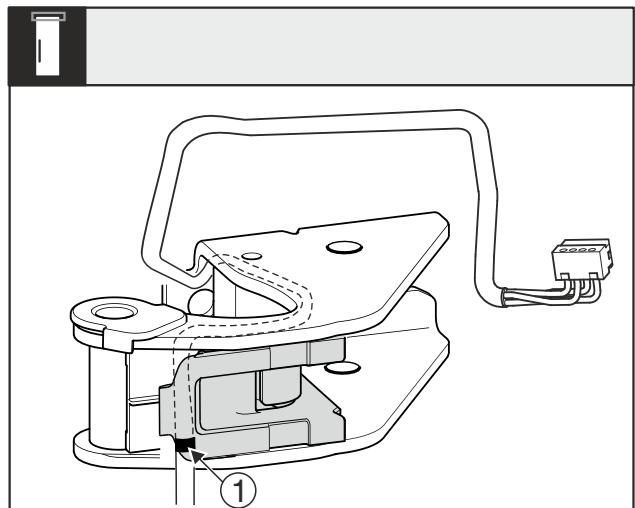

Fig. 29
- ▶ Le marquage central Fig. 29 (1) doit se trouver sur le bord du support de câble.